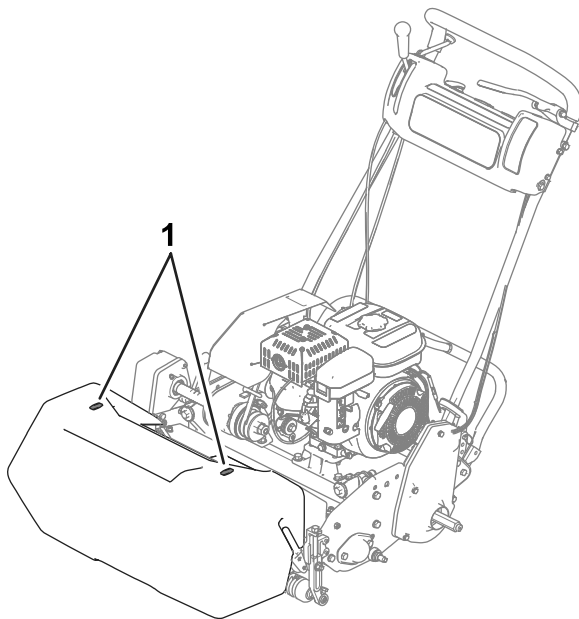

Bild 22
- Verwenden Sie die Ausrichtungstreifen am Grasfangkorb (Bild 22), damit Sie in einer möglichst geraden Linie über die Grünfläche